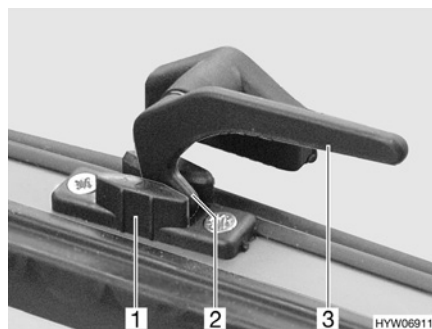

Bild 31 Verriegelungshebel in Stellung "Dauerbelüftung"
- in Stellung "Dauerbelüftung" (Bild 31)
- Den Verriegelungshebel (Bild 31,3) eine viertel Umdrehung zur Fenstermitte hin drehen.
- Den Verriegelungshebel wieder zurückdrehen. Die Verriegelungsnase (Bild 31,2) dabei in die Aussparung der Fensterverriegelung (Bild 31,1) einfahren.